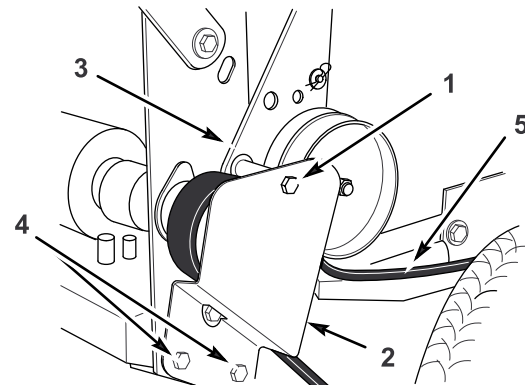

Figura 42
2. Togliete la vite di fissaggio superiore che fissa la staffa di rinvio al relativo perno di supporto sul telaio posteriore (Figura 42).
3. Allentate i due bulloni di fissaggio inferiori di quel tanto sufficiente a permettere alla cinghia di passare tra la puleggia motrice e il perno di supporto della staffa di rinvio (Figura 42).
6. Montate il bullone superiore che fissa la staffa di rinvio al relativo perno di supporto sul telaio posteriore (Figura 42).
tra la puleggia motrice e il perno di supporto della staffa di rinvio (Figura 42).